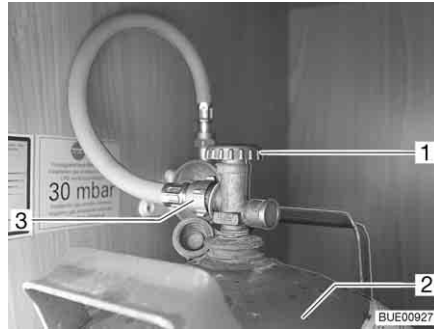

Fig. 106 Compartiment à gaz
- Fermer le robinet principal (Fig. 106,1) de la bouteille de gaz (Fig. 106,2). Observer le sens de la flèche.
- Dévisser à la main la lyre (Fig. 106,3) de la bouteille de gaz (filetage à gauche).